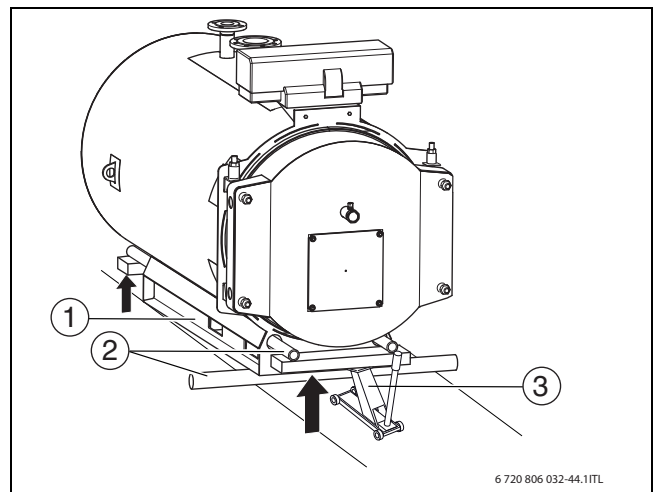

Fig. 11 Transportul cazanului de încălzire cu role
- ▶ Montați țevile (→ fig. 11, [2]).